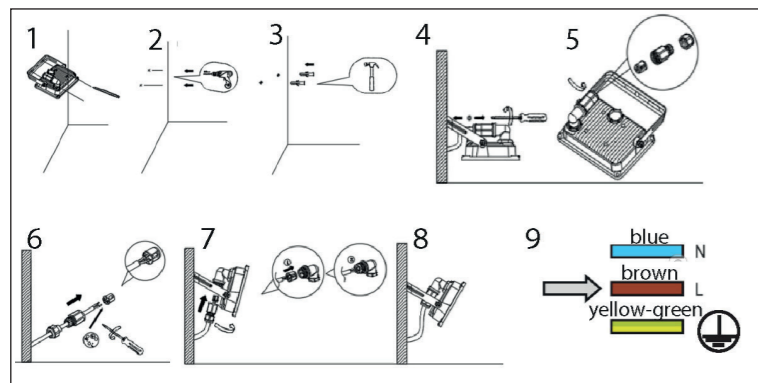

Fig. 2 : Mounting
5.1 Montáž venkovního LED reflektoru (fig. 2 - 4)
- Pomocí vhodného nástroje vyvrtejte montážní otvory. Viz fig. 2 a 3.
5.1 Montaż naświetlacza zewnętrznego LED (fig. 2 - 4)
- Wywiercić otwory montażowe za pomocą odpowiedniego narzędzia. Patrz fig. 2 i 3.